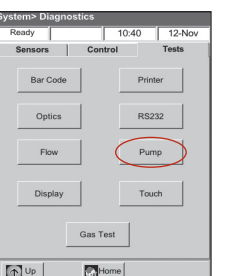

Figure 4 : System > Diagnostics > Tests > Pump
2. Entrer **Pump** (Figure 4) pour vérifier le moteur de la pompe. La pompe doit fonctionner en douceur, sans bruit excessif. Ce test de diagnostic vérifiera automatiquement toutes les étapes, à toutes les vitesses utilisées pendant le fonctionnement normal (50 à 800 tr/min), puis revient à l'onglet Diagnostics > Tests.